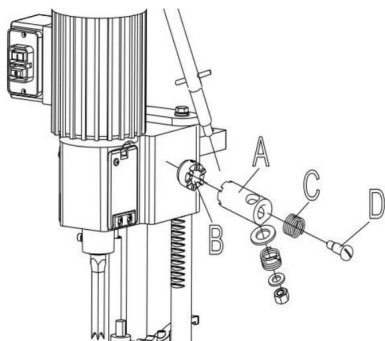

Fig. 2
1. Assembler le moyeu de l'ensemble de poignée (A) Fig. 2, à l'extrémité de l'arbre du pignon (B) et fixer la poignée à l'arbre du pignon à l'aide d'une vis spéciale (C) et d'un ressort (D).